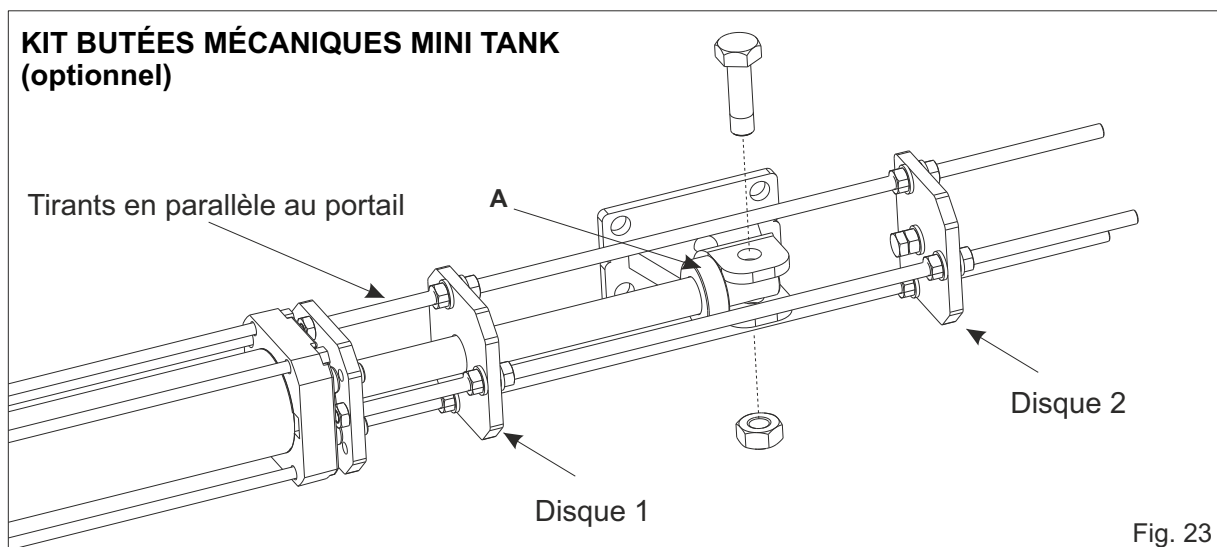

Fig. 23
- Mettre les feuilures de fin de course sur la bride antérieure de l'ensemble avec les deux tirants (des trois présents sur la feuillure) qui se trouvent en parallèle au portail (Fig. 23).
- Insérer la boucle fournie (A) dans la tige.